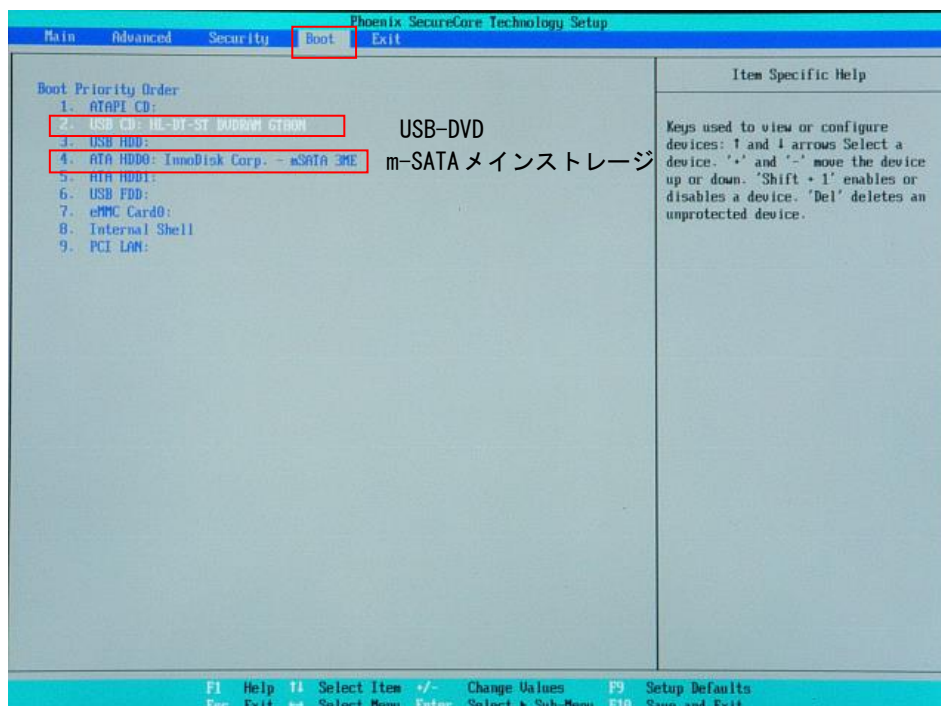

図 6-1-1-5. Boot デバイスの選択
- ⑫ [Exit]メニューを選択します。(図 6-1-1-6)
- ⑬ [Exit Saving Changes]を実行し、設定を保存して終了します。